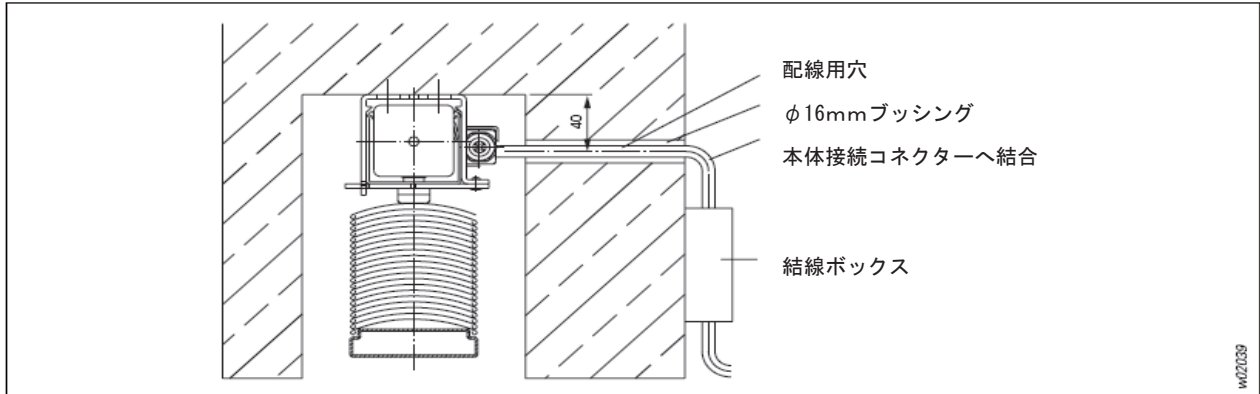
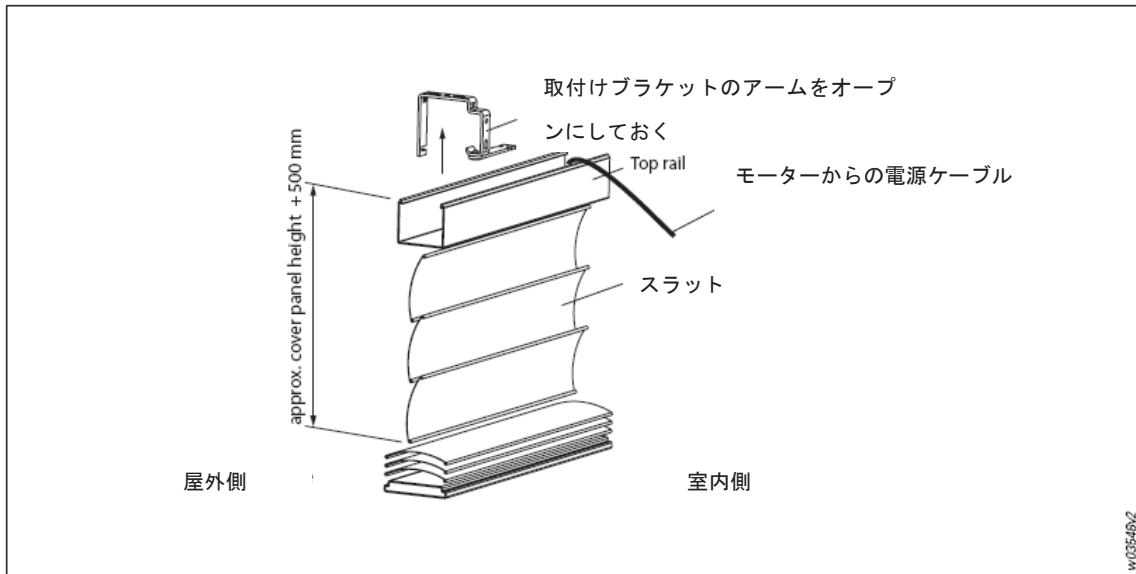

図6 ブッシングおよび接続コネクタ位置
図9 トップレールをブラケットへ取り付ける
■図6に従って穴あけ工事を行ってください。
- トップレールの電源ケーブル、ラベルが室内側に向く様に取り付けブラケットにセットしてください。図6および図9参照。